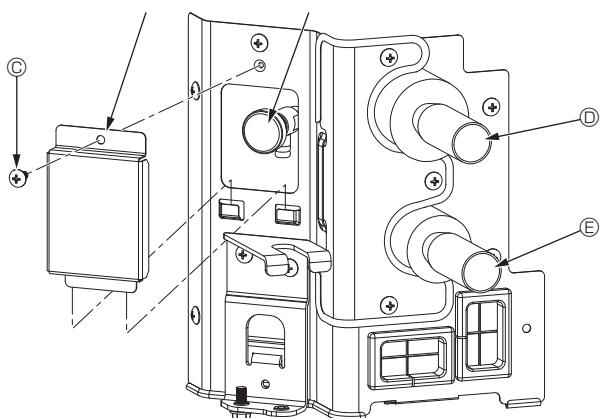

Fig. 7-1
7.3.1. Al usar el mando a distancia con cable (Fig. 7-1)
① **Botón [ON/OFF]**